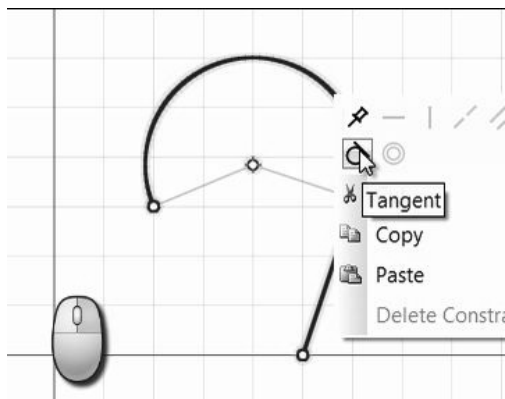

图 4-73
① 按住〈Ctrl〉键选择直线和圆弧。
② 右击直线或圆弧打开右键菜单，如图 4-73 所示。